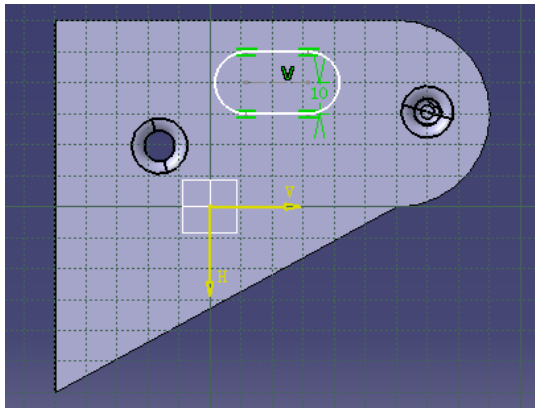

图 8-17
(3) Surface Stamp, .
① 选择一个面后, 用 Sketcher → Elongated Hole 生成如图 8-17 后退出 Sketcher;